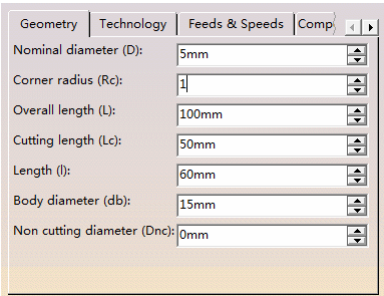

图 3-80 定义刀具参数（4）
● 单击“More”按钮，单击“Geometry”选项卡，定义刀具参数 (4) 如图 3-80 所示。